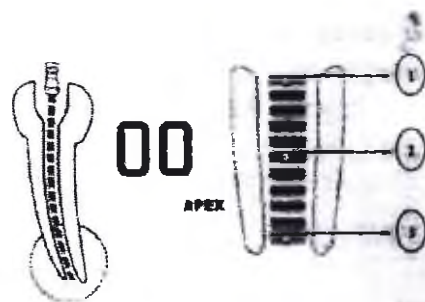

Рисунок 20
-) включите устройство и нажмите на кнопку Еп-Ар. Затем перейдите в режим измерения вершины апикального отверстия. Если на ЖК дисплее отображается "02", "03", или "04" - это означает, что устройство исправно (см. Рисунок 20)